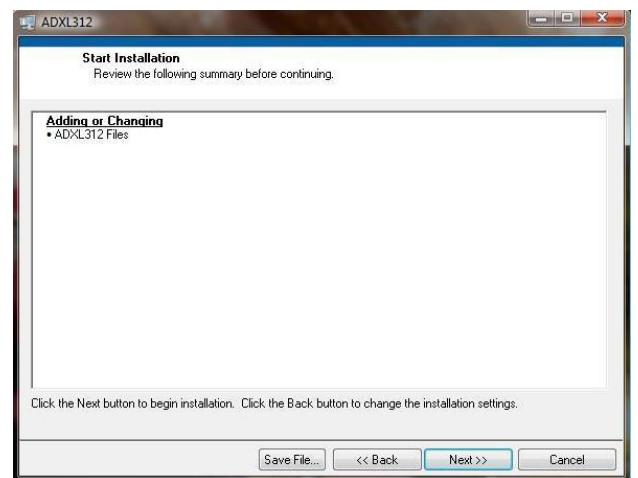

図 14. インストールの開始(表示される内容は PC の条件によって異なります)
3. **National Instruments Software License Agreement** をお読みください。**I accept the License Agreement(s)** を選択して **Next >>** をクリックします。インストーラは、PCへのインストールが必要なコンポーネントを示します(図 14 を参照)。